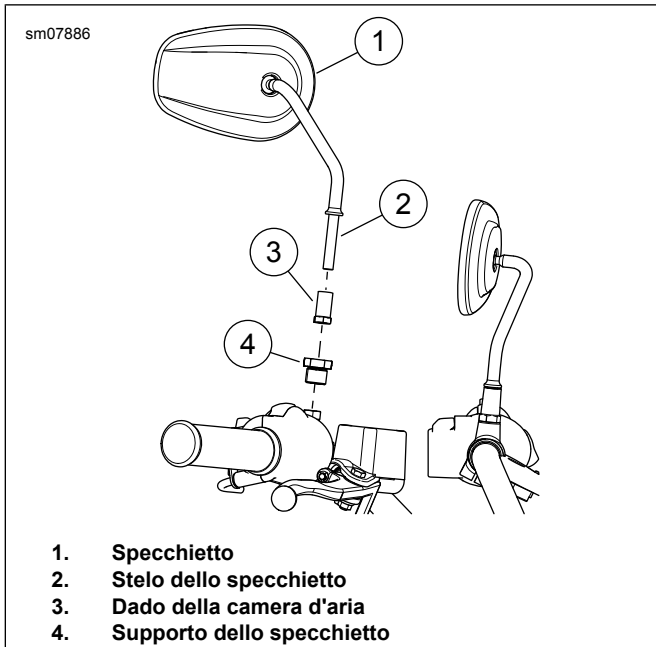

Figura 3. Specchietto
1. Vedere la figura 3. Rimuovere lo specchietto.
- a. Rimuovere il dado del tubo (3).
- b. Rimuovere lo specchietto (1).
- c. Rimuovere il supporto dello specchietto (4).
- a. Installare il supporto dello specchietto (4). Serrare.